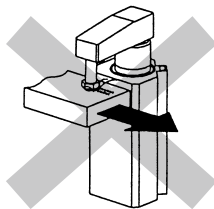

図5
- ⑤クランプ中にワークが外力等により動く様な使用はしないでください。(図5)
- ⑥その他、シリンダのピストンロッドに回転力の掛る様な使用はしないでください。
①横方向でのご使用はしないでください。